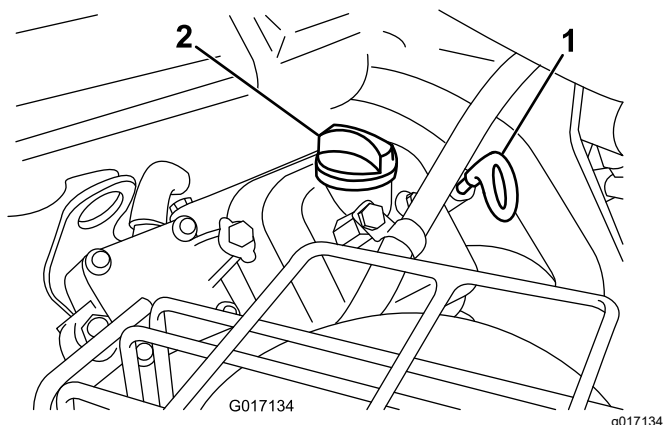

**Figure 40**
3. Remettez la jauge dans le tube et vissez-la dedans (Figure 40).